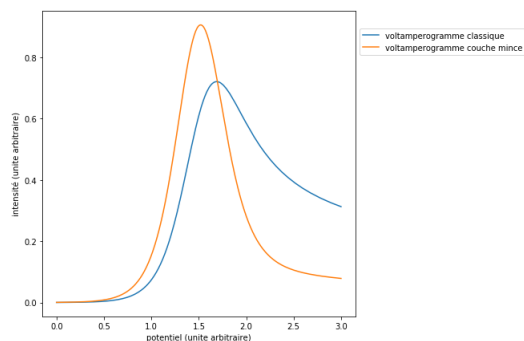

FIGURE 3: Allure des voltammogrammes obtenus dans les deux schémas de montage pour une simple rampe de potentiel.
5. Comment peut-on relier ce voltampérogramme à ceux de la figure 3 ?